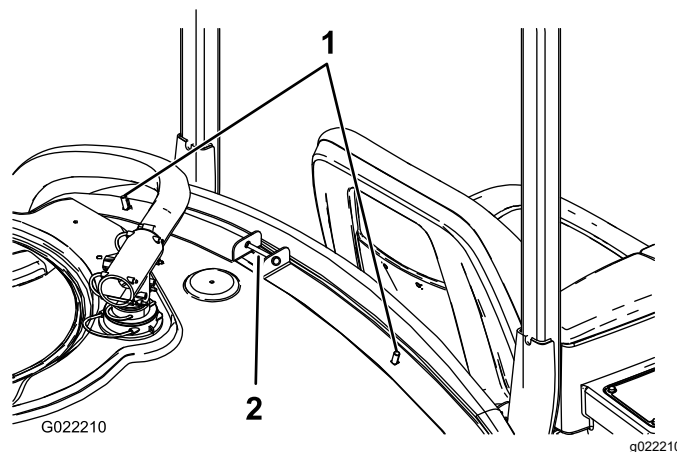

Figure 1
2. Placez 2 boulons de carrosserie dans les trous intérieurs des sangles avant du réservoir (Figure 1).